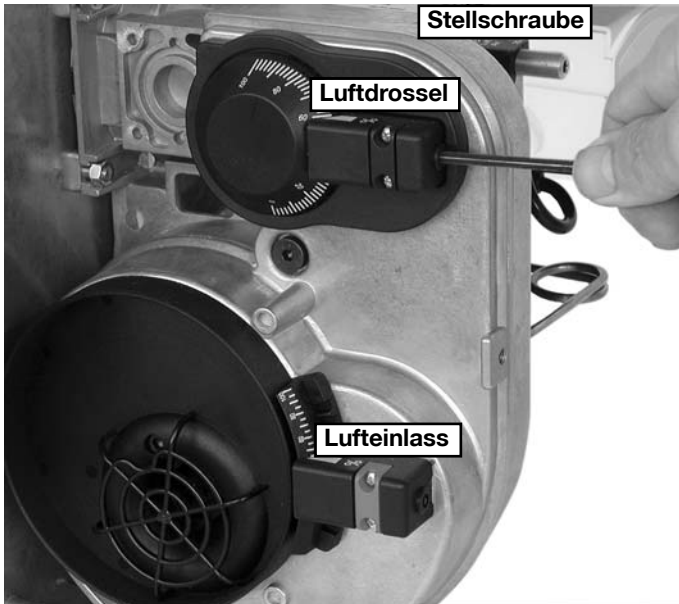

Abbildung 16 / Afb. 16 / Figure 16
- Durch drehen der Justierschraube nach links wird der  $\text{CO}_2$ -Gehalt der Abgase erhöht und der Gebläsedruck gesenkt (siehe Abb. 16).
- Durch drehen der Stellschraube nach links wird die Abgas-Rezirkulationsmenge erhöht, die Flammenstabilität und der  $\text{NO}_x$ -Gehalt der Abgase verringert (siehe Abb. 16).
Door de fijnafstelschroef naar links te draaien wordt het CO2-gehalte van het afvoergas verhoogd en de ventilatordruk verlaagd (zie Afb. 16).
Door de instelschroef naar links te draaien worden de rookgassen door de recirkulatiebuis versneld waardoor het Nox-verlaagd (zie Afb. 16).
- En tournant l'arbre d'étranglement vers la gauche, la teneur en CO2 des gaz brûlés est augmentée et la pression de la soufflerie baisse.(cf. fig.16)